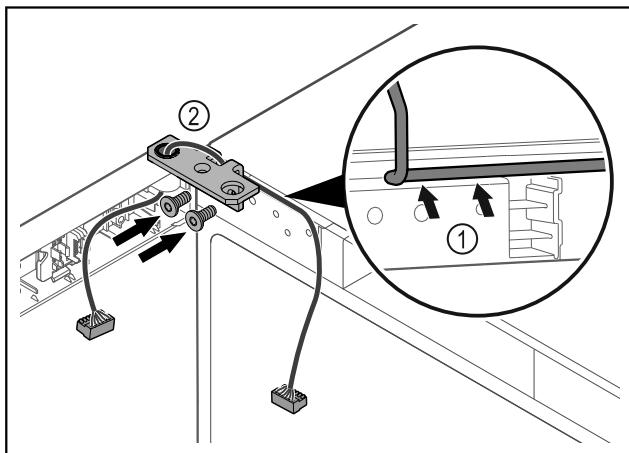

Fig. 41
- Кабель провести через виїмку шарнірного кутика і обережно прокласти Fig. 41 (1).
- Накрутити шарнірний кутик Fig. 41 (2).